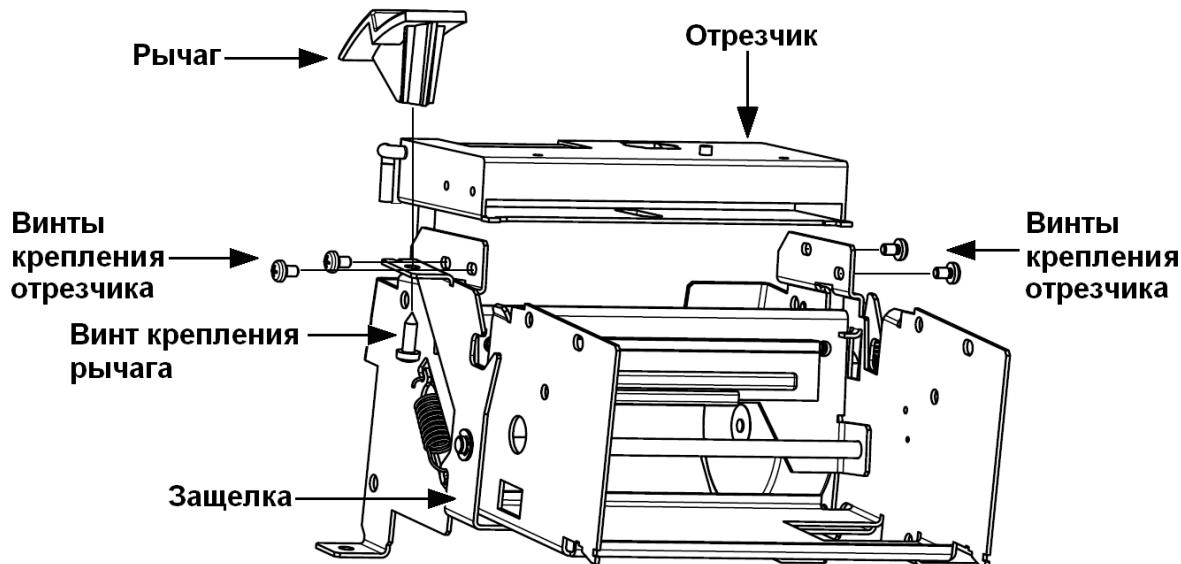

Рис.12 Снятие отрезчика
- Снимите рычаг, открутив винт крепления рычага к защелке (см. Рис.12).
- Снимите отрезчик, открутив 4 винта крепления отрезчика (см. Рис.12)